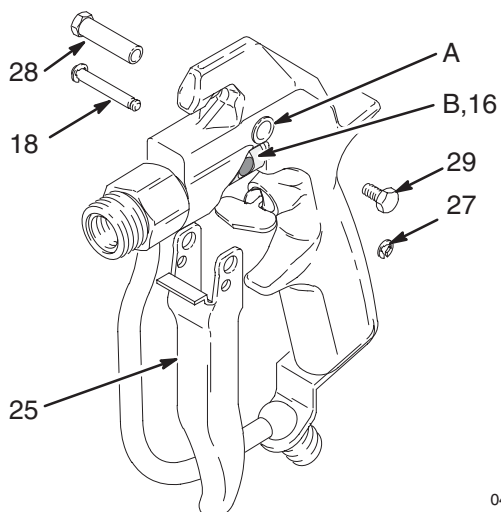

Fig. 20
8. Coloque el mecanismo de disparo (25) en el cuerpo de la pistola. Inserte el pasador pivotante (28) en el orificio superior (A) y asegúrelo con el tornillo (29) en el otro lado. Coloque un clip en forma de e (27) en un extremo del pasador del disparador (18). Introduzca el pasador por los orificios inferiores del disparador y por la ranura (B) de la guía del muelle (16) (gire ésta para alinearla, si fuera necesario). Instale el otro clip en forma de e (27). Vea la Fig. 20.